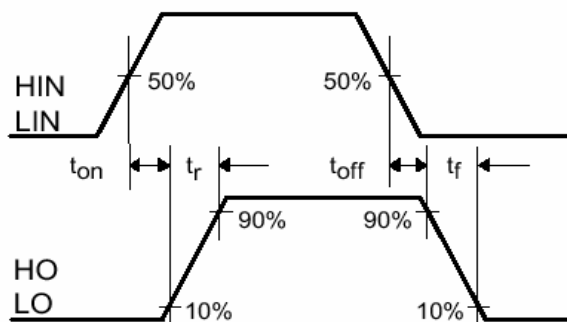
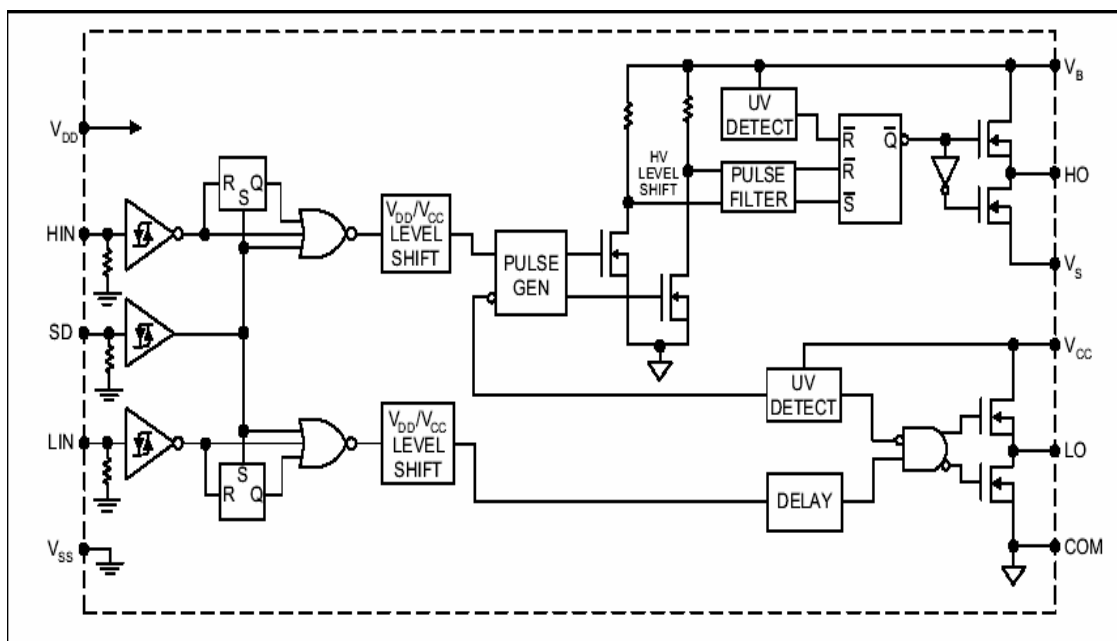

図 1 スイッチング時間の
図4 機能ブロック図 (IRS2110/IRS2113)
- $t_{on}$  (オンするときの伝播遅延時間) : HIN (またはLIN) の入力電圧が立ち上がり、最大値の 50%に達してから、HO (またはLO) の出力電圧が最大値の 10%に到達するまでの時間です。ハイ・レベルの信号が入力HIN (またはLIN) に加わったときから、出力HO (またはLO) がハイ・レベルへ動き始めるまでの時間を反映しています。図 1 (データシートでは図 4) を参照してください。
データシートには図4のような機能ブロック図が掲載されています。入力ピンのプルダウン抵抗、レベルシフト回路、ハイサイドやローサイドの駆動回路、UVLO機能のための供給電圧低下の検出回路などICの内部機能を示しています。